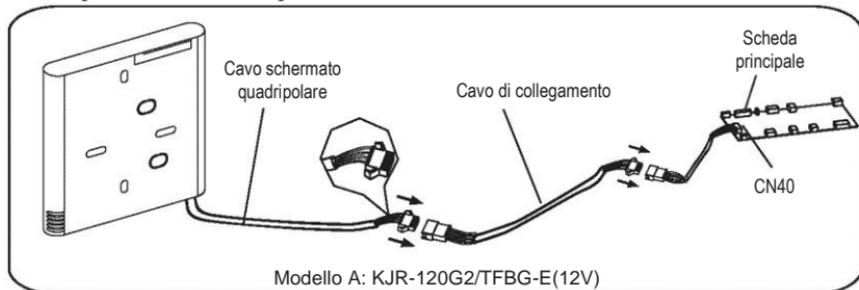

Fig. 3-3(A)
- Collegare il raccordo femmina del gruppo di fili dalla scheda principale al raccordo maschio del gruppo di fili di collegamento. (Vedere Fig. 3-3(A))